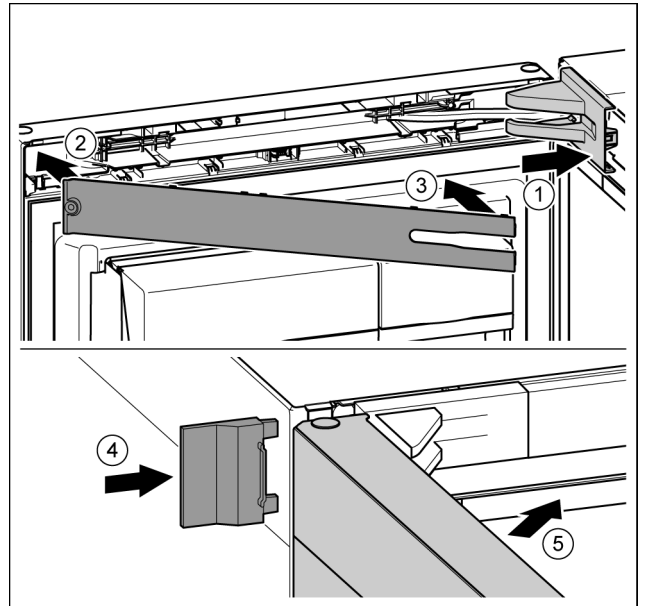

Fig. 23
- ▶ Nasadte kryt ložiskovej konzoly a zaisťte, príp. opatrne rozlacte. Fig. 23 (1)
- ▶ Nasadte kryt. Fig. 23 (2)
- ▶ Kryt priklopte a zaisťte. Fig. 23 (3)
- ▶ Nasuňte vonkajší kryt. Fig. 23 (4)
- ▶ Zatvorte vrchné dvere. Fig. 23 (5)